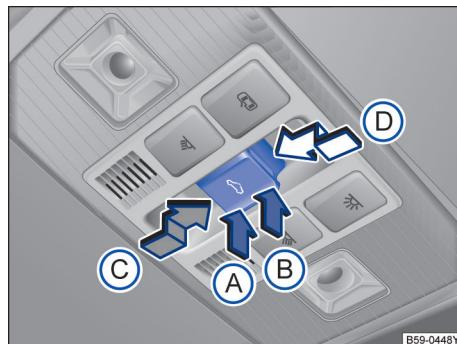

图 69 在顶篷中：天窗按钮
ⓘ 按钮→图 69 设有 2 挡位置。
- 触发防夹功能后 5 秒钟内按压 □ 按钮→图 69，沿箭头 ① 方向将按钮保持在 2 挡位置，直至天窗完全关闭。